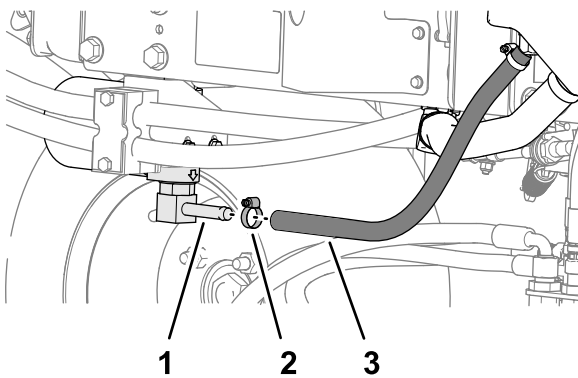
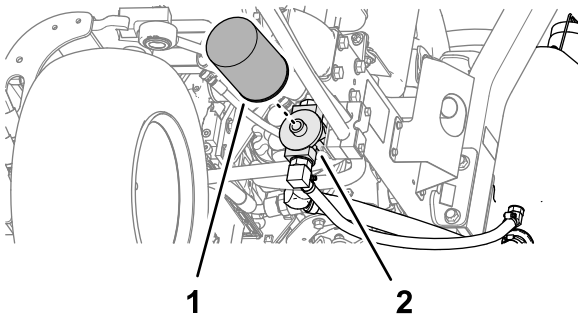

Bild 85
Bild 86
2. Klemmen Sie die Hydraulikölleitung ab (Bild 85) oder entfernen den Hydraulikölfilter (Bild 86) und lassen Sie das Hydrauliköl in ein Auffanggefäß ablaufen.